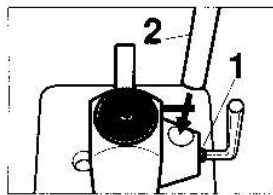
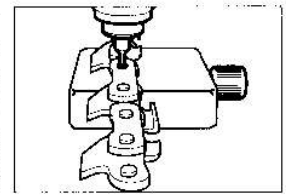

Abbildung 1
Abbildung 4
Das Entnietgerät wird bereits vollständig montiert geliefert. Lediglich der Hebel mit dem Handgriff muß noch angebracht werden. Lösen Sie dazu die Schraube (1) (Abbildung 1) unter Verwendung des mitgelieferten Schlüssels. Führen Sie den Hebel (2) wie auf Abbildung 1 gezeigt ein und ziehen Sie die Schraube (1) an.
Den Kopf der Niete unter dem Stempel ausrichten (Abbildung 4) und den Hebel (2) (Abbildung 1) nach und nach absenken, so daß die Niete austritt; dabei keine zu große Kraft ausüben.
die Originalstellung (B) stellen. Den Dorn über der Niete (4) ausrichten und den Hebel (2) (Abbildung 1) so absenken, daß die Niete austritt.